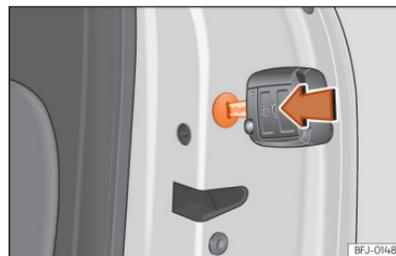

Abb. 74 Notfallsperre der Tür.
- Stecken Sie den Schlüsselbart in den Schlitz »» (Abb. 74) (Pfeil) und drehen Sie den Schlüssel bis zum Anschlag nach rechts (rechte Tür) bzw. nach links (linke Tür).